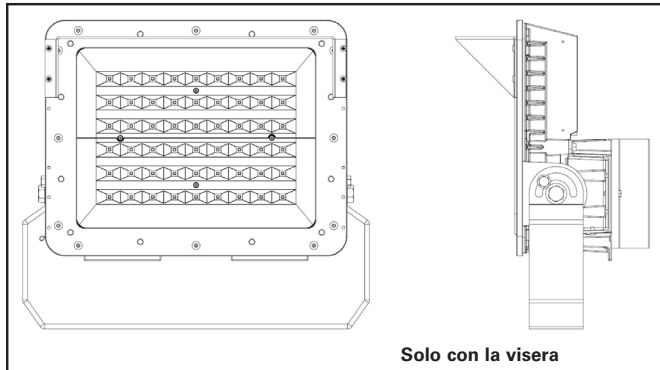

Figura 8
3. Alinee cuidadosamente la visera con cuatro (4) orificios del tornillo en la parte superior del dispositivo que se muestra en la Figura 8.